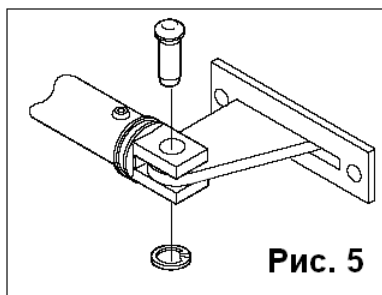

Рис. 5
- 7) Присоединить к приводу передний кронштейн, как показано на рис. 5.